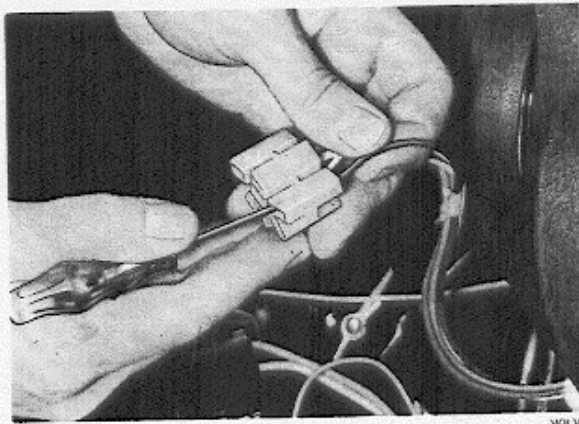

Abb. 8-25 Abklemmen der el. Leitungen von der Kontakteleiste
5. Kontakteleiste vom Gebläseschalter abziehen. El. Leitungen zum Gebläsemotor von Kontakteleiste (Abb. 8-25) und Schalttafel abklemmen.